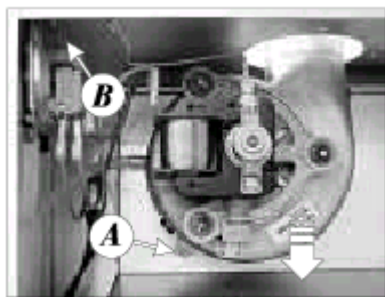

Рисунок 21
- отсоедините от вентилятора провода (рис. 21);